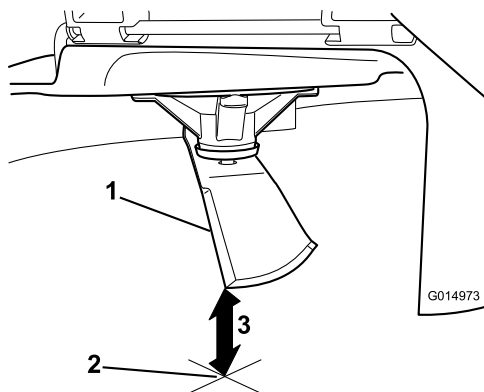

Figura 86
3. Mida desde la punta de la cuchilla hasta la superficie plana (**Figura 86**).